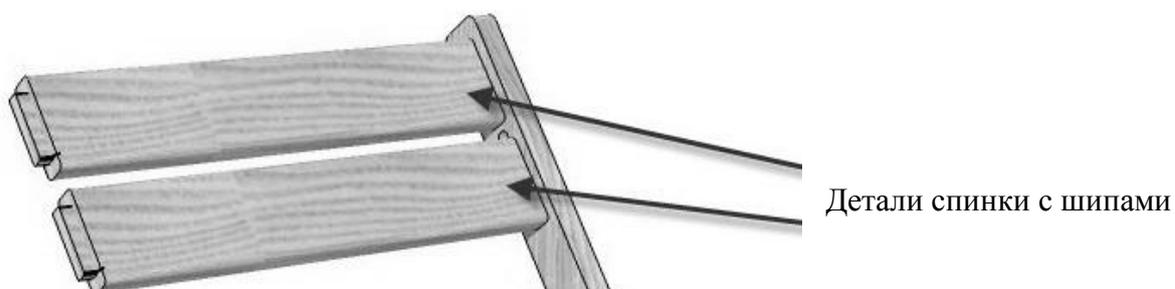
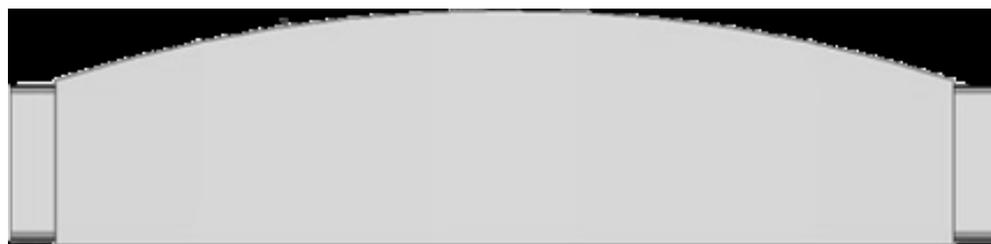

Рисунок 1.
Рисунок 2.
1. На основе представленных изображений (см. рисунок 1 и рисунок 2) разработайте чертёж деревянной детали спинки мини-стула:
3. Геометрическую форму изделия определите самостоятельно, соблюдая следующее условие: с правой и левой стороны детали, симметрично друг относительно друга должны быть выполнены два плоских шипа. Верхняя часть детали должна иметь выпуклую полукруглую форму (см. рисунок 2), нижняя – прямую.